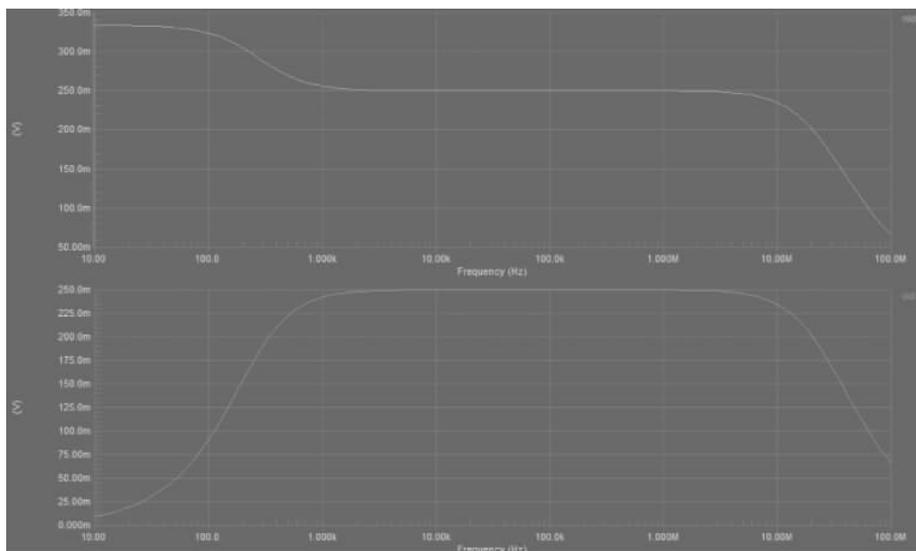
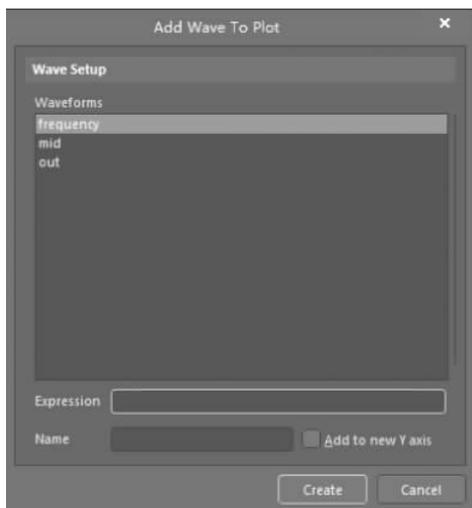

图 3-33 交流小信号分析结果
图 3-34 添加波形选择窗口
- (3) 如图 3-33 所示,可以看到 MID 和 OUT 两个网络节
下面将在图 3-33 中增加 Y 轴,其单位改成 dB。实现该过程的步骤主要包括:
(1) 在图 3-33 所示的界面的上面 mid 波形图内单击鼠标右键,出现快捷菜单,选择 Add Wave To Plot 选项,出现图 3-34 所示的界面。在该界面内按如下设置: